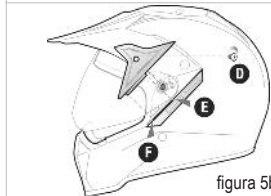

figura 5b
Colocar a viseira no mecanismo de modo a que a sede de rotação (G) fique inserida no anel de rotação (H). Posicionar a cobertura sobre a viseira até fazer coincidir o orifício da cobertura com aquele presente na calota (D figura 5b).